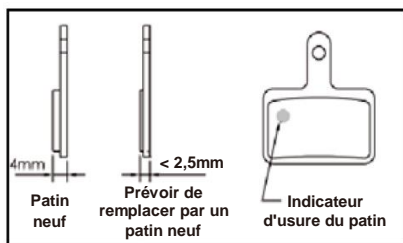

Fig. H-1 Identifier des patins de frein usés
**A) REMARQUE :** ce système est UNIQUEMENT compatible avec les potences GIANT CONTACT SL, CONTACT et CONNECT. Veuillez respecter les instructions d'installation de ce produit et réglez toujours la course libre / modulation avant l'indication "DO NOT OVERLAP" cf : (Fig. H-1).
bouton de réglage (Fig. H-1)